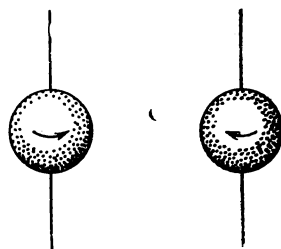

Рис. 5. Вращение электрона вокруг оси, проходящей через его центр.
4. **Спиновое квантовое число  $m_s$** 1 обусловлено вращением (спином) электрона вокруг собственной оси. При этом вращение может происходить как по ходу часовой стрелки, так и против (рис. 5). Соответственно, и спиновое квантовое число может принимать только два значения:  $+\frac{1}{2}$  и  $-\frac{1}{2}$ , в зависимости от того, параллельно или антипараллельно магнитному полю, обусловленному движением электрона вокруг ядра, ориентируется магнитное поле спина электрона.